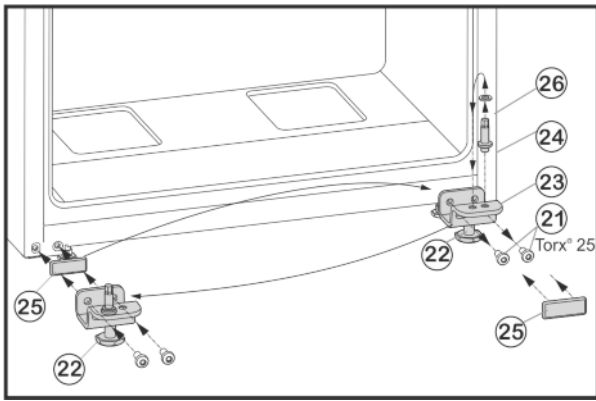

Fig. 6
- ▶ Desserrer les vis de fixation Fig. 6 (21).
- ▶ Retirer l'ensemble du support de palier inférieur Fig. 6 (23), avec le boulon Fig. 6 (24), la rondelle Fig. 6 (26) et le pied réglable Fig. 6 (22).
- ▶ Dévisser le boulon Fig. 6 (24) et la rondelle Fig. 6 (26), et les déplacer vers le logement opposé, puis le revisser.
- ▶ Retirer soigneusement la plaque de recouvrement Fig. 6 (25) et la replacer du côté opposé.
- ▶ Revisser fermement le support de palier inférieur Fig. 6 (23), le boulon Fig. 6 (24), la rondelle Fig. 6 (26) et le pied réglable Fig. 6 (22) sur le nouveau côté de la charnière au besoin à l'aide d'un tournevis sans fil (**en appliquant un couple de 4 Nm**).
- ▶ Placer la porte inférieure depuis le haut sur le boulon Fig. 6 (24).
- ▶ Dévisser le pied de réglage Fig. 6 (22) au niveau du support de palier inférieur Fig. 6 (23) jusqu'à ce qu'il repose au sol.